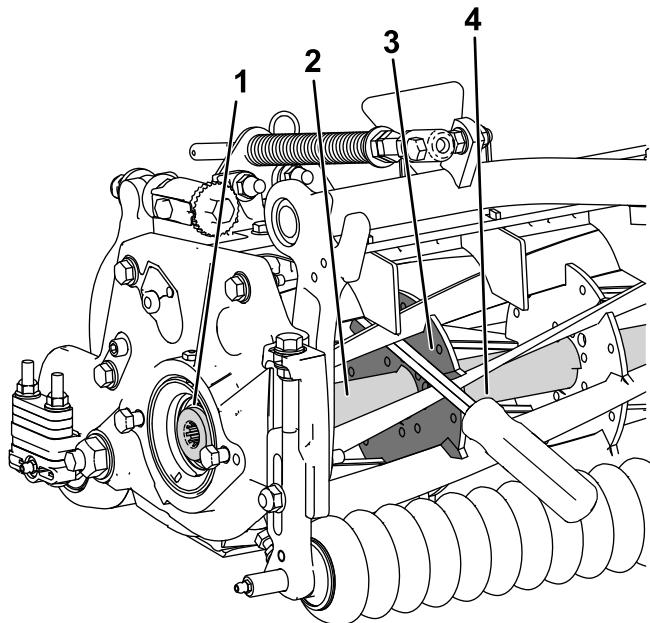

Figura 32
1. Inserte una palanca de mango largo (se recomienda de 3/8" x 12" con mango de destornillador) por la parte delantera del molinete de corte, lo más cerca del lateral de la unidad de corte que va a apretar (Figura 32).
2. Coloque la palanca contra la parte soldada del refuerzo del molinete de corte interno (Figura 32).